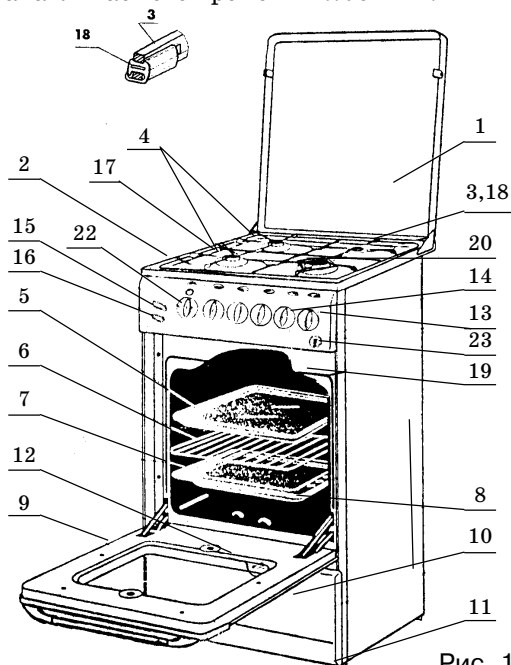

Рис. 1
5.1 Плита, различных исполнений, указанных в таблице 1, изображена на рис. 1.
5.3 На столе плиты для установки посуды имеется решетка поз. 18 рис. 1. Для посуды малого диаметра на решетку устанавливается конфорка поз. 20.